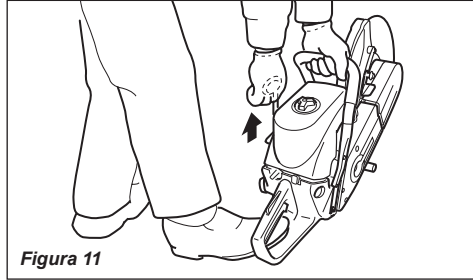

Figura 11
6. Inmovilice la unidad colocando su pie derecho en la empuñadura trasera y la mano izquierda en la empuñadura delantera. Ver la Figura 11.